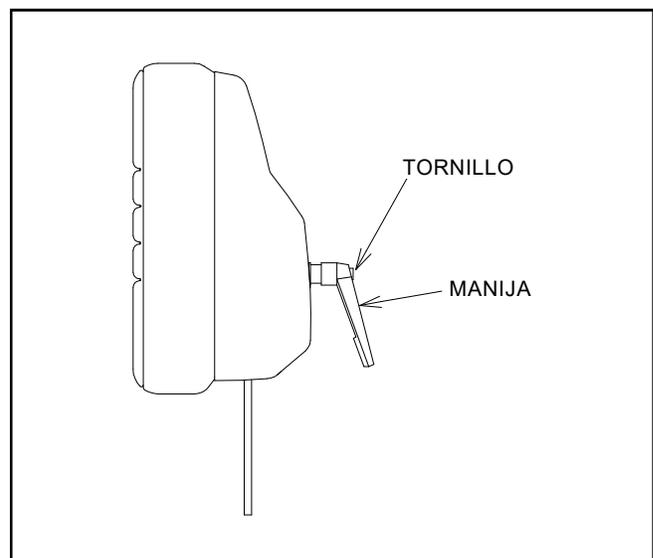

FIGURA 6
3.7.6.1. La manija de la perilla exterior se puede ajustar a cualquier posición de bloqueo preferida. Simplemente empuje el gran tornillo mientras tira de la manija. Gire como desee, y suelte. (Ver Figura 6, reposacabezas n.º 11)